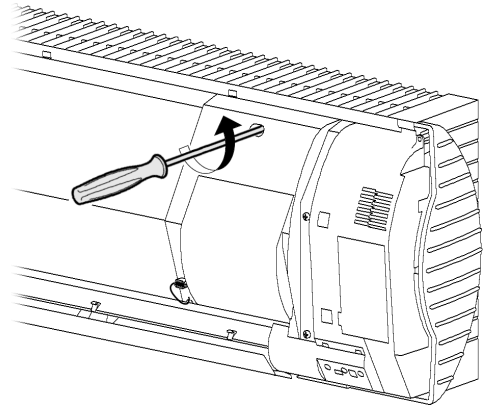

Fig. 43
- Lokalisera det hål i kåpan genom vilket man med skruvmejsel kan komma åt avluftningsventilen, se fig. 43.